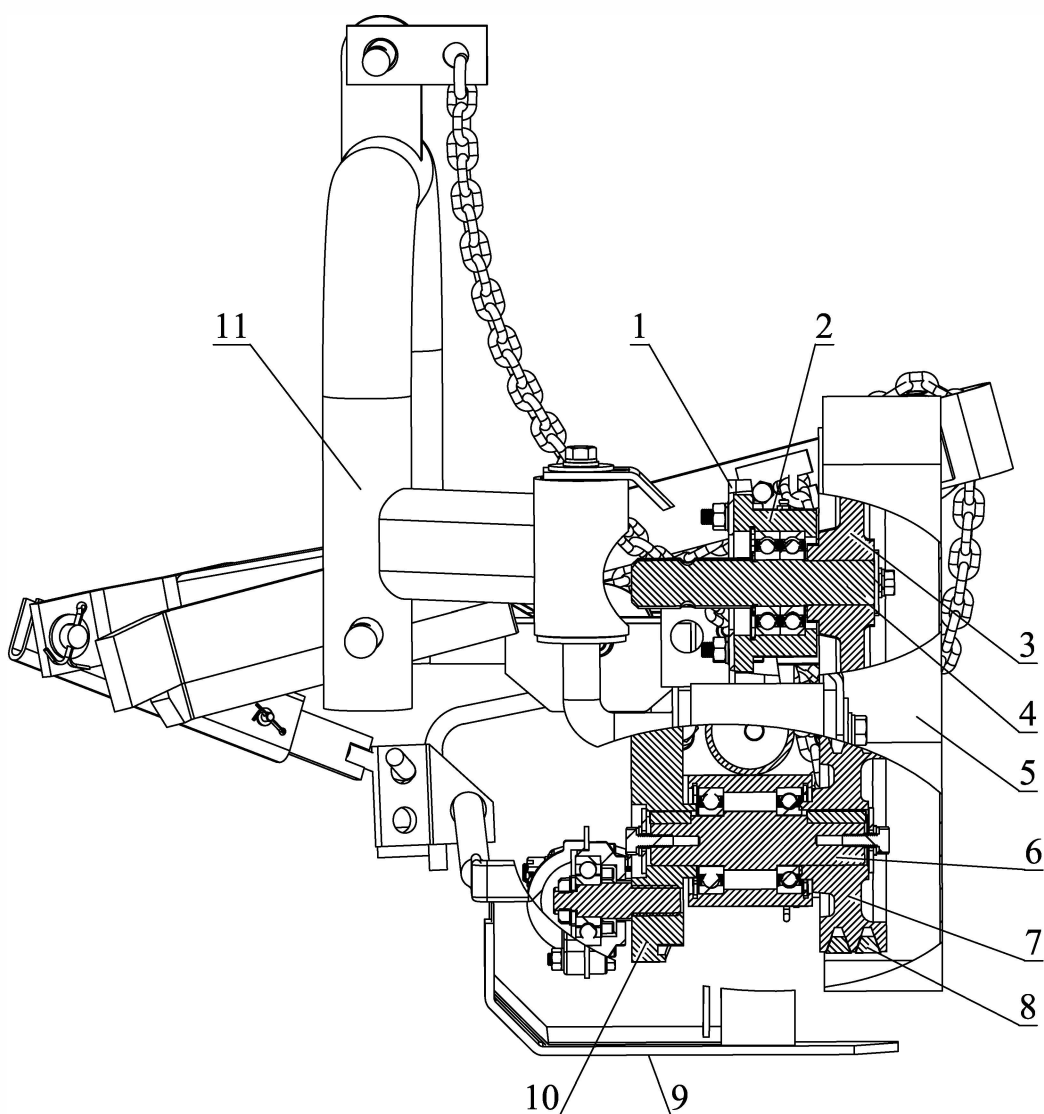

Рис. 2. Рама с приводом.
Рама с приводом (рис. 2) предназначена для присоединения косилки к навесному устройству трактора и преобразования вращательного движения вала приема мощности в возвратно-поступательное движение шатуна.
Вращательное движение от ведущего шкива (3) через клиновые ремни (8) передается ведомым шкивом (7) на ведомый вал (6). На передней части вала (6) установлен эксцентрик (10), предназначенный для преобразования вращательного движения вала в возвратно-поступательное движение шатуна (рис. 1, поз. 4) и уравнивания, возникающих от массы шатуна и ножа инерционных сил. Натяжение ременной передачи осуществляется смещением втулки вала приема мощности (2) в прорезях кронштейна (рис. 2, поз. 1). Ременная передача закрыта кожухом (5) закрепленным на раме болтами.